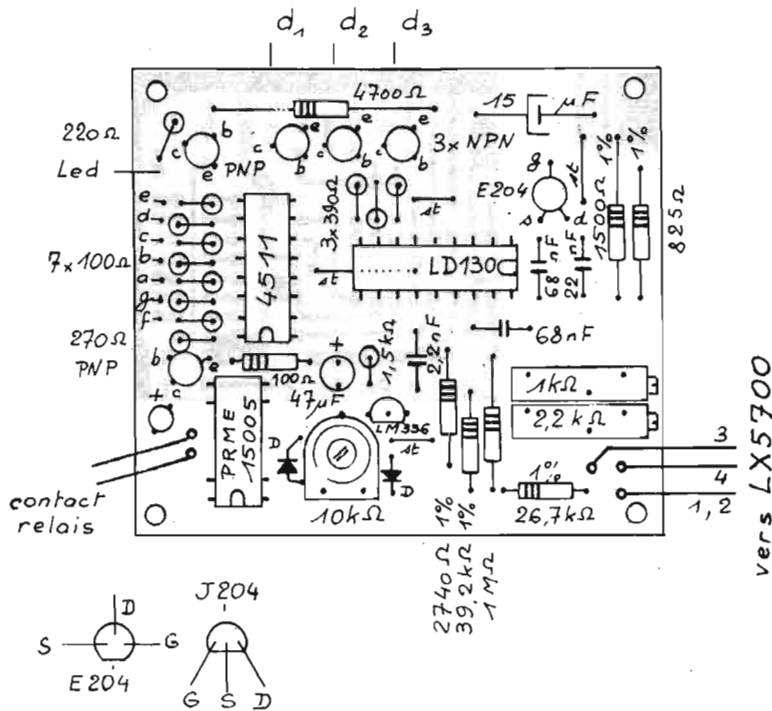

Fig. 8. - Pose des composants sur B.
b) **Plaquette B.** Se reporter à la figure 8.